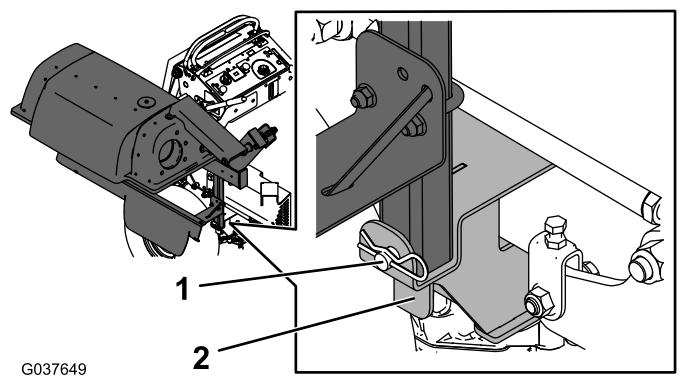

図 15
- バガーフレームの底部前側を、トランスマッisionの取り付けブラケットに固定するクレビスピニとヘアピンコッターを使用する図 15。.